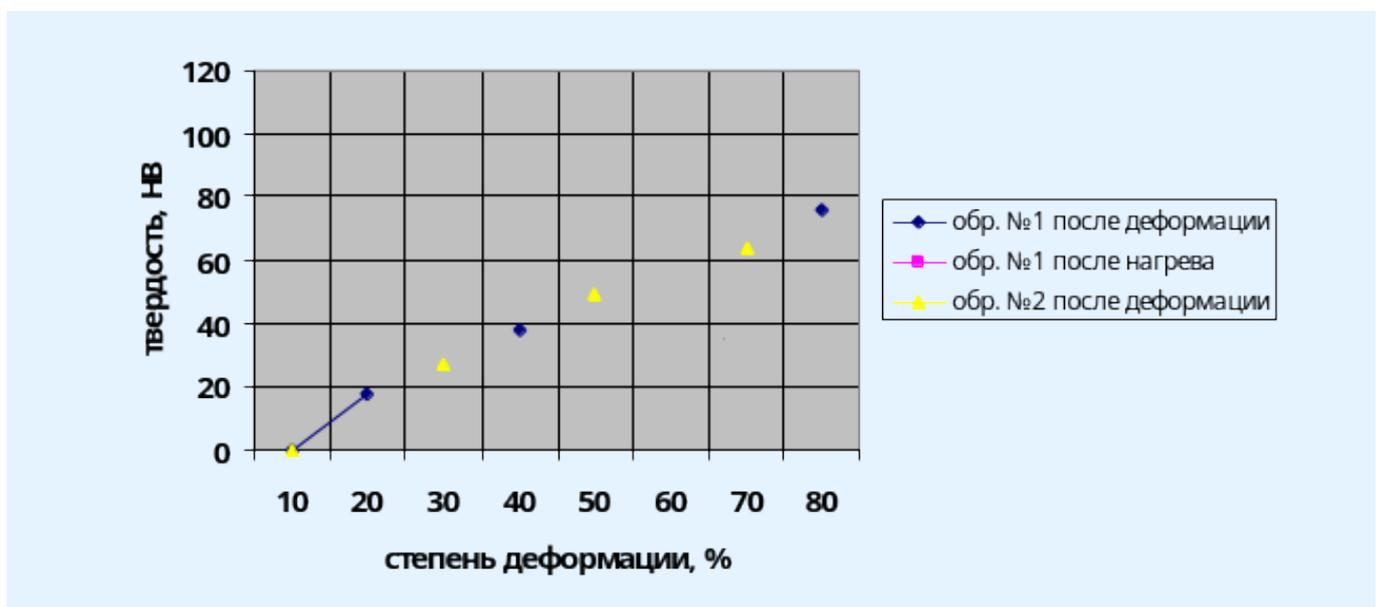

Рис. 1. Построитель диаграмм
3. Построить графические зависимости в единой системе координат, используя построитель диаграмм (рис. 1) (ввести экспериментальные значения в таблицу для построения требуемых графиков изменения свойств):